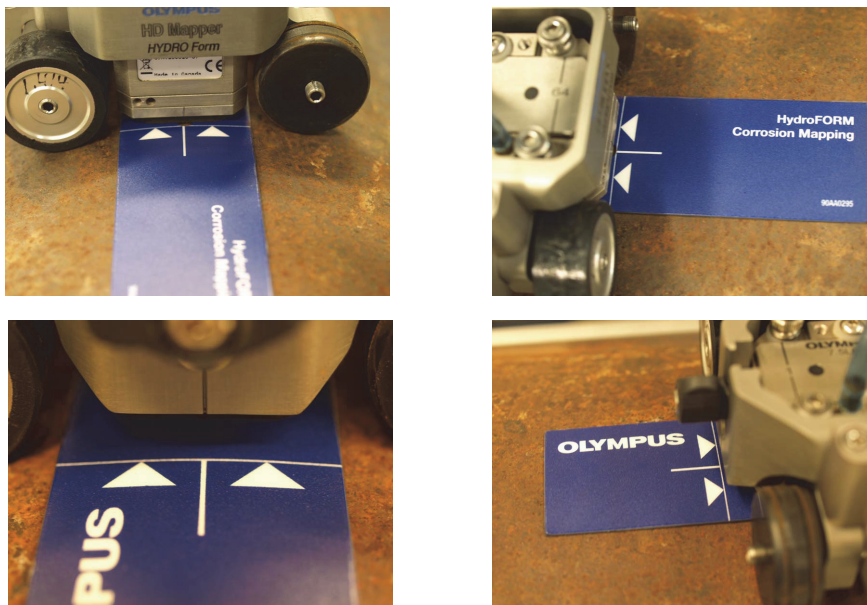

Рис. 2-17 Выравнивание сканера HydroFORM по линиям шаблона
5. Передвиньте ChainSCANNER, чтобы выровнять сканер HydroFORM по линии шаблона (см. Рис. 2-17 на стр. 41), затем зафиксируйте ChainSCANNER на трубе.
7. С помощью ChainSCANNER, снова передвиньте сканер HydroFORM, чтобы выровнять его по линии шаблона (см. Рис. 2-17 на стр. 41).